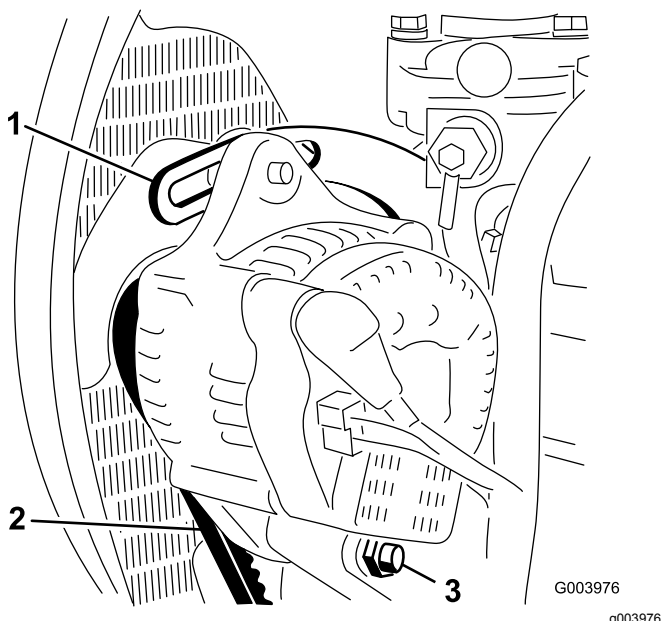

Figura 54
2. Controllate la tensione della cinghia dell'alternatore premendola (**Figura 54**) al centro tra le pulegge dell'alternatore e dell'albero a gomito con una forza di 10 kg.
3. Allentate il bullone che fissa il supporto al motore (**Figura 54**), il bullone che fissa l'alternatore al supporto ed il bullone di rotazione.